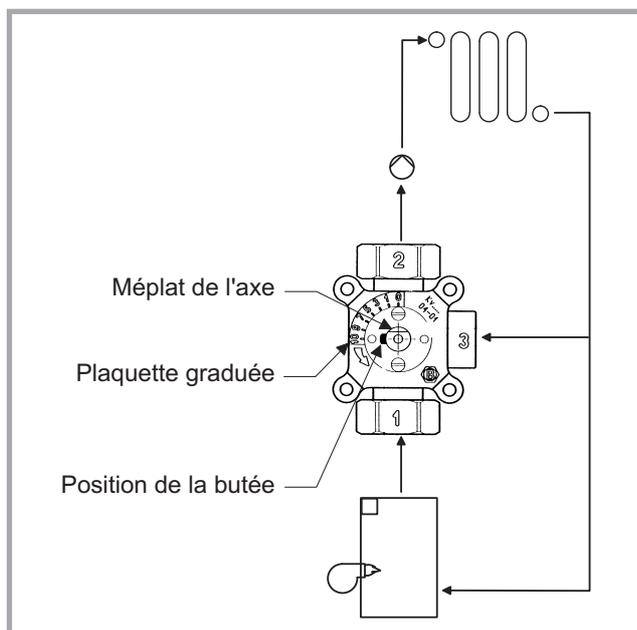

Fig. 16 - Mélange vers la droite par défaut
• Mélange vers la droite par défaut (fig. 16)